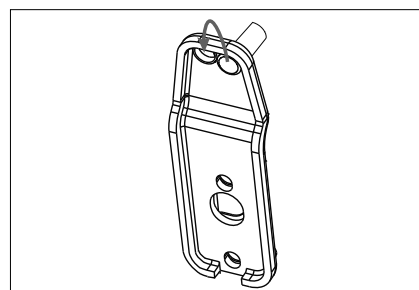

Fig. 3
- ▶ Enlevez le tenon de la charnière inférieure avec un tournevis plat et déplacez le tenon de charnière dans le trou adjacent (fig. 3).